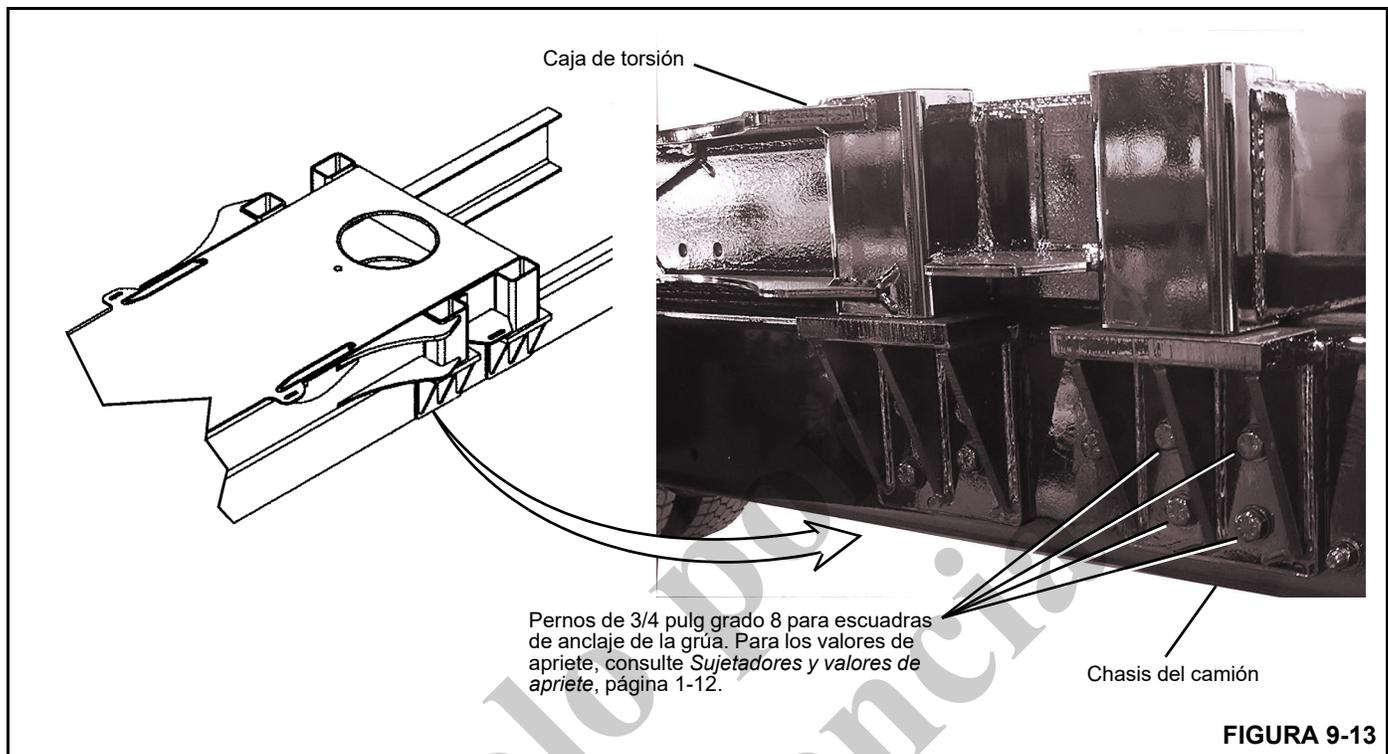

FIGURA 9-13
5. Emperne las escuadras de anclaje al chasis del camión de la forma mostrada en la Figura 9-13. Apriete a los valores recomendados en *Sujetadores y valores de apriete*, página 1-12.